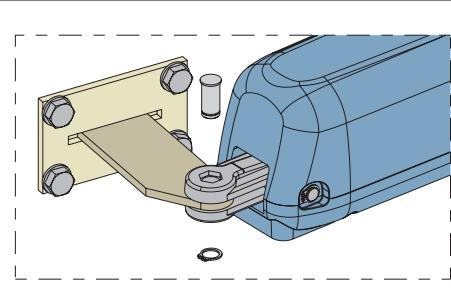

Fig. 11
- 8) Bevestig de aandrijving aan de achterste beugel met de bijgeleverde pennen, zoals aangegeven op fig.11.